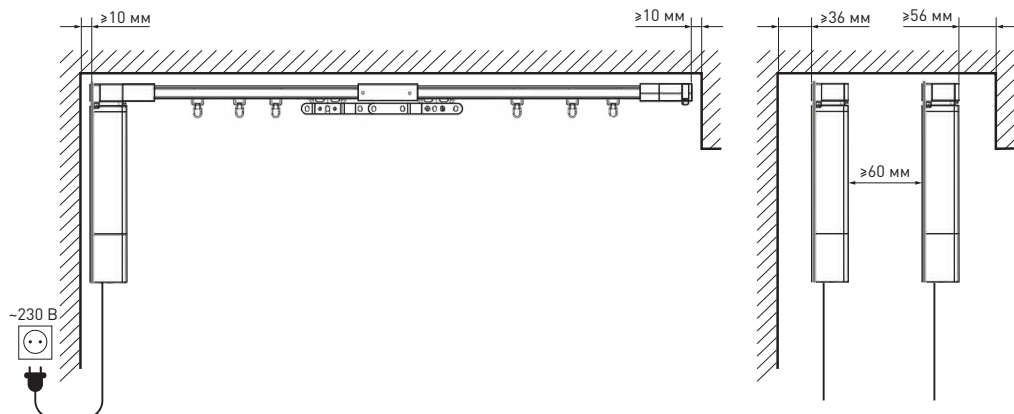

Рис. 5. Схема установки карниза для штор
- 3.3. Установите карниз для штор в соответствии со схемой рис. 5. При монтаже карниза необходимо учитывать отступы от краев стены.